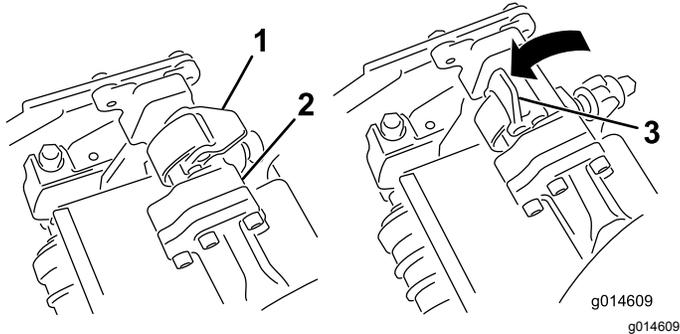
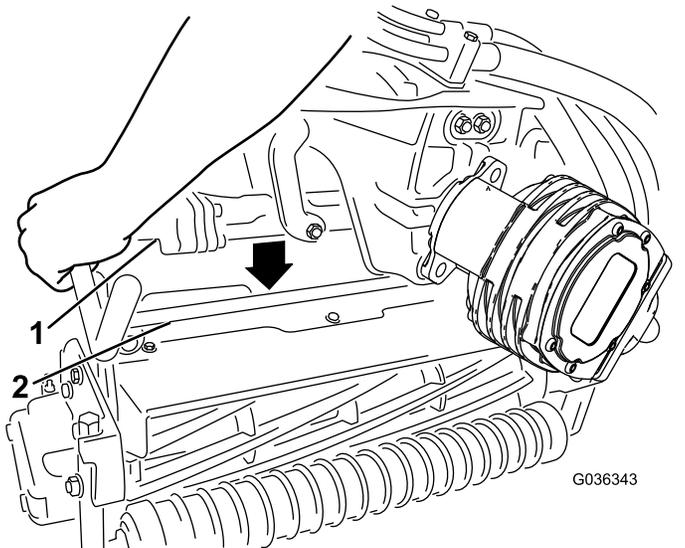

図 51
図 52
4. サスペンションアームのバーについているラッチを上向き開いた状態にして 図 51、サスペンションアームを押し下げて、バーを、カッティングユニットのバーの上に被せるようにする 図 52。
5. ラッチを下げて閉じるとカッティングユニットのバーがロックされてユニットがアームにセットされる 図 51。
5. 取り外したいカッティングユニットのサスペンションアームのバーについているラッチを開く(図 51)。